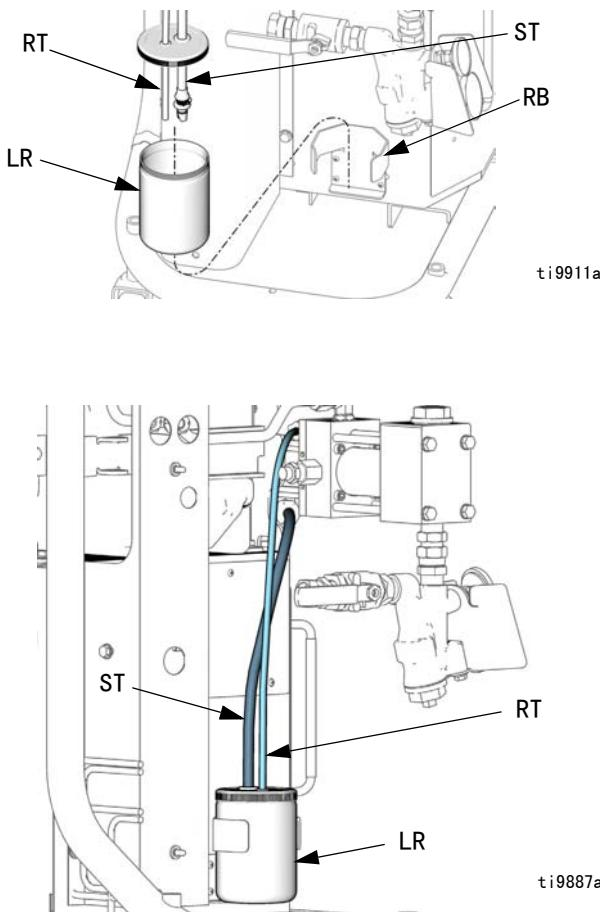

图 15. 泵润滑系统
2. 将润滑油储液器 (LR) 从托架 (RB) 中升起，并从帽上卸下该容器。将帽握在适当容器的上方，卸下止回阀，排出润滑油。将止回阀重新装到入口软管上。请参见图 15。
6. 将较大直径的供液管 (ST) 推入储液器内约 1/3 行程的距离。
7. 将较小直径的回液管 (RT) 推入储液器，直到到达底部为止。
**重要信息：**回液管 (RT) 必须到达储液器的底部，确保异氰酸酯晶体沉在底部，不被虹吸入供液管 (ST) 及返回到泵。